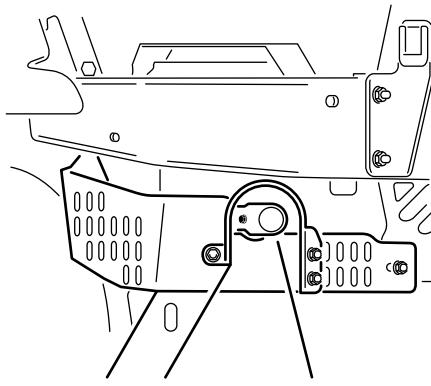

Bild 10
eckigen Bereich der Motorschutzvorrichtung aus, wie in Bild 9 für **Mäher für den Inlandsmarkt** oder in Bild 10 für **Mäher für den Auslandsmarkt** dargestellt ist.
Mäher für den Auslandsmarkt: Fluchten Sie die Löcher im rechten Flansch an der Auspuffschutzvorrichtung mit den zwei ganz linken vertikalen Schlitten an der Rückseite der unteren linken Motorschutzvorrichtung aus (Bild 10).
3. Befestigen Sie das Wärmeschutzblech mit den drei Sechskantschrauben (3/8" x 1") und drei Bundmuttern (3/8") (Bild 9 für Mäher für den Inlandsmarkt oder Bild 10 für Mäher für den Auslandsmarkt.)